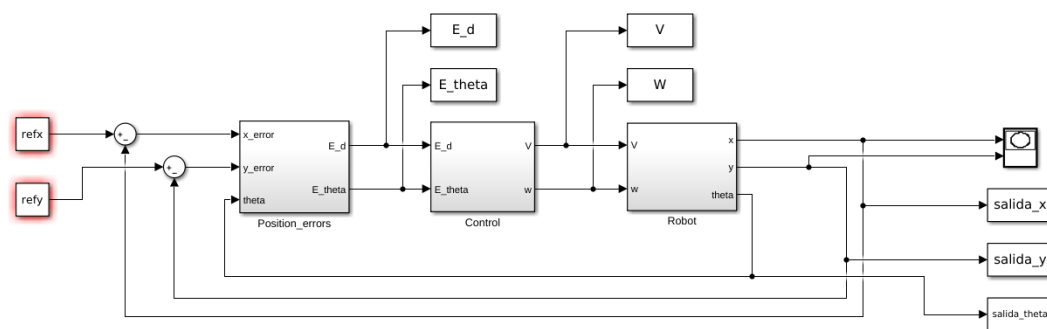
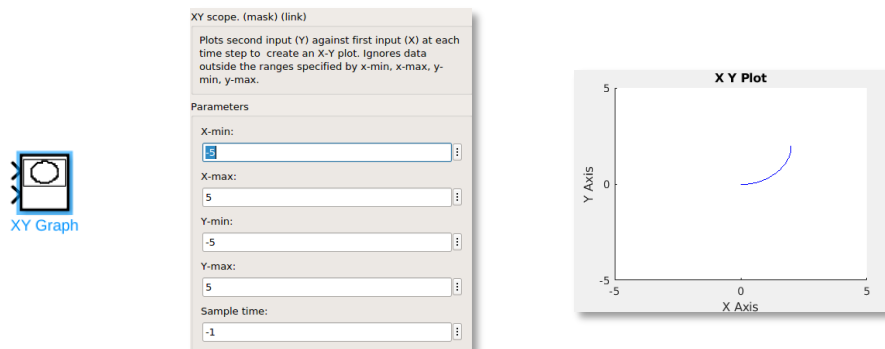
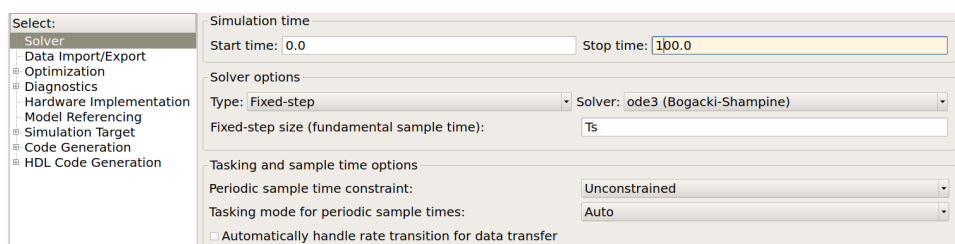

Figura 1. Esquema general de un control de posición.
Figura 6. Bloque de visualización de la trayectoria.
Figura 9. Parámetros de la simulación.
La posición destino u objetivo del robot se denotará mediante las coordenadas $refx, refy$ (bloques constantes del mismo nombre, $refx$ y $refy$, del esquema general de control de la Figura 1).
En el esquema de la Figura 1, se dispone de un bloque de visualización de la trayectoria efectuada por el robot en el plano X-Y cuyas características y resultado se muestra en la Figura 6.
- a) Implemente el esquema de la Figura 1, incluyendo todos los bloques principales. Utilice como controlador el proporcionado en “controlblackbox.slx”. Configure los parámetros de la simulación (menú “Simulation/Model Simulation Parameters”) tal y como se muestra en la Figura 9. Guarde el esquema de Simulink con un nombre reconocible, por ejemplo “PositionControl.slx”.